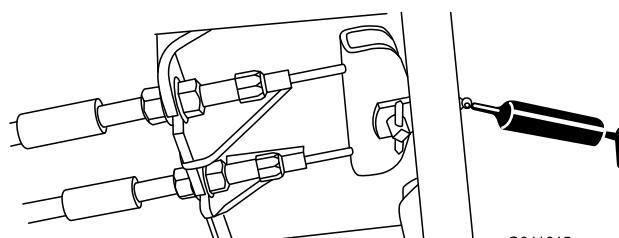

Figura 36
- Pedal do travão (1)—Figura 36